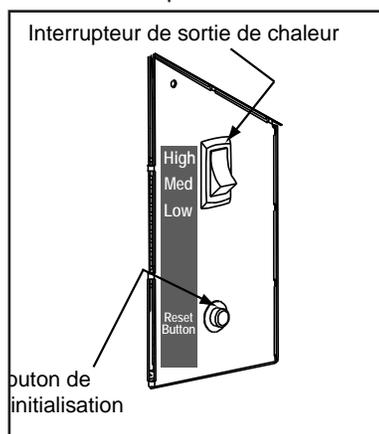
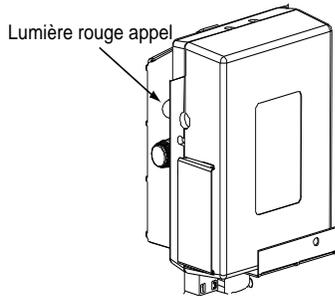

Figure 9.1
Figure 10.1
3. Repérez l'interrupteur de commande de la chaleur de sortie montés sur l'arrière de l'appareil dans le coin supérieur droit. Figure 9.1. Tournez à la «élevé» en appuyant sur le haut de l'interrupteur de commande à l'intérieur et ensuite ajuster le thermostat à son réglage le plus élevé. Retirez le panneau latéral droit et la lumière rouge, appelez situé à gauche de la boîte de contrôle est allumé. Figure 10.1. Cela indique que le thermostat appelle à la chaleur.
- Parfois, l'appareil peut manquer de carburant et de se fermer. Lorsque cela arrive, la lumière rouge sera appels de suite. Figure 10.1. Pour le relancer, remplir la trémie et appuyez sur le bouton de réinitialisation. Voir Figure 9.1, page 9. Lorsque vous appuyez sur le bouton de réinitialisation à la lumière appelez rouge s'éteint. Relâchez le bouton et la lumière se rallume. Vous devriez voir un feu très prochainement. Sinon, suivez les instructions sur la page 9 de "Démarrage votre premier feu".